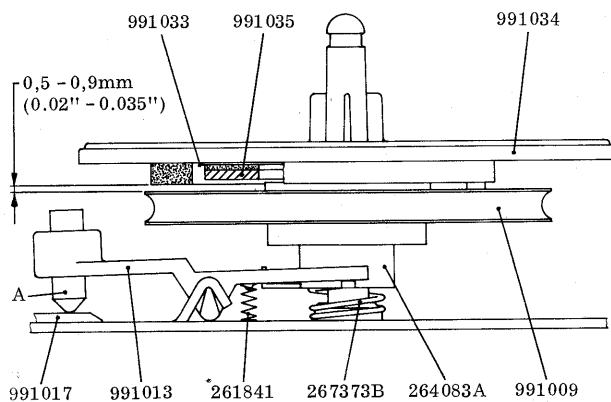

Fig. 2.3. Høyre spoletallerken (til app.nr.ca.2275 700).
Monter av alle topplater. Sett spaken i stilling Normal Fremdrift. Skyv båndføleren 242503 gjennom høyre styrestolpe og lås den med et stykke papir, slik at motoren holdes i gang. Sikt horisontalt under spoletallerkenene og kontrollér at avstanden mellom friksjonsklossene under spoletallerkenen 991034 og friksjons-hjulet 991009 er mellom 0,5 – 0,9 mm (0.02" – 0.035"). Hvis nødvendig, justér skrue A som er vist i fig. 2.3. Opptrekkskraften avleses i tabellen fig. 2.2, pos. 1.